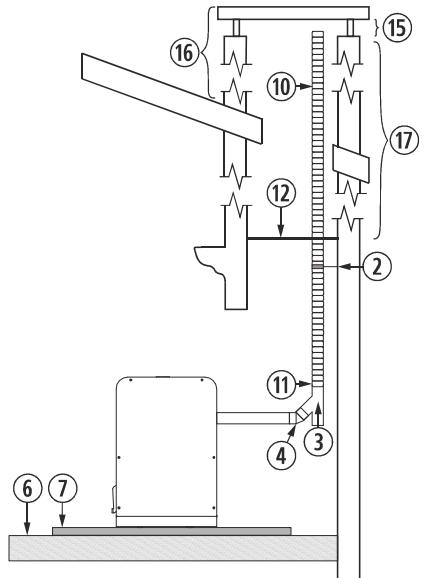

Figura 6
- 4.26. A instalação de um encastrável numa chaminé de obra pode ser feita em toda a sua totalidade em tubo flexível, tal como indicado na figura 6. Devemos ter especial cuidado na hora de realizar o isolamento entre a chaminé e o tubo da saída de gases para evitar possíveis retrocessos de gases em caso de tempestade.